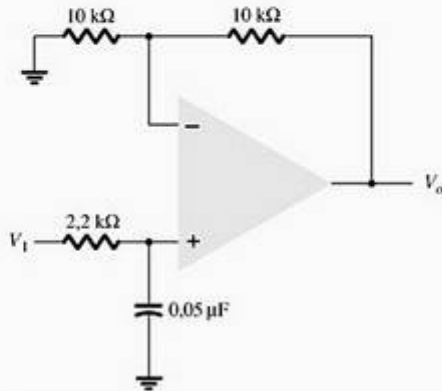

Figura 14.57 Problema 15.
15. Calcule a frequência de corte do filtro passa-baixas de primeira ordem no circuito da Figura 14.57.